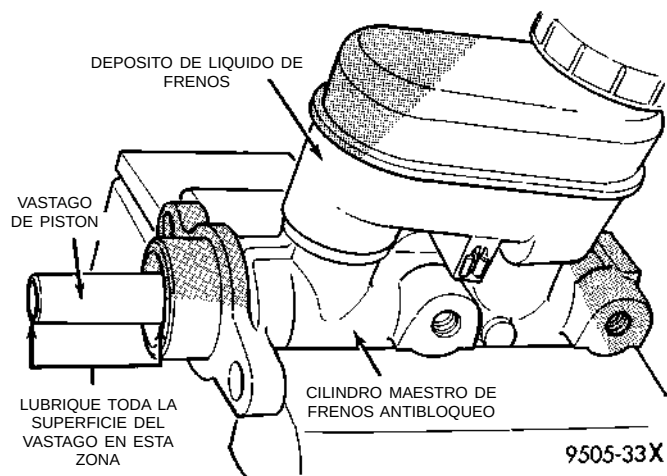

Fig. 20 Lubricación del vástago de pistón del cilindro maestro
(12) Lubrique el vástago de pistón del cilindro maestro como se indica en (Fig. 20). Utilice únicamente **Grasa dieléctrica Mopar—y no sustitutos**. Para obtener el lubricante requerido, consulte el Catálogo de productos químicos Mopar.